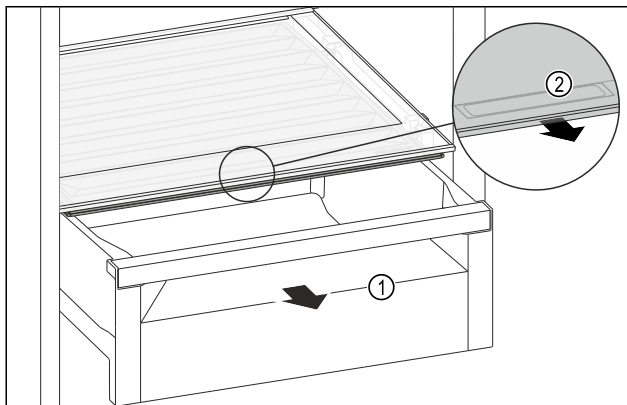

Fig. 105
- Estrarre il cassetto Fig. 105 (1).
- Afferrare la maniglia incassata Fig. 105 (2) sul coperchio dello scomparto e tirare allo stesso tempo in avanti il coperchio dello scomparto.